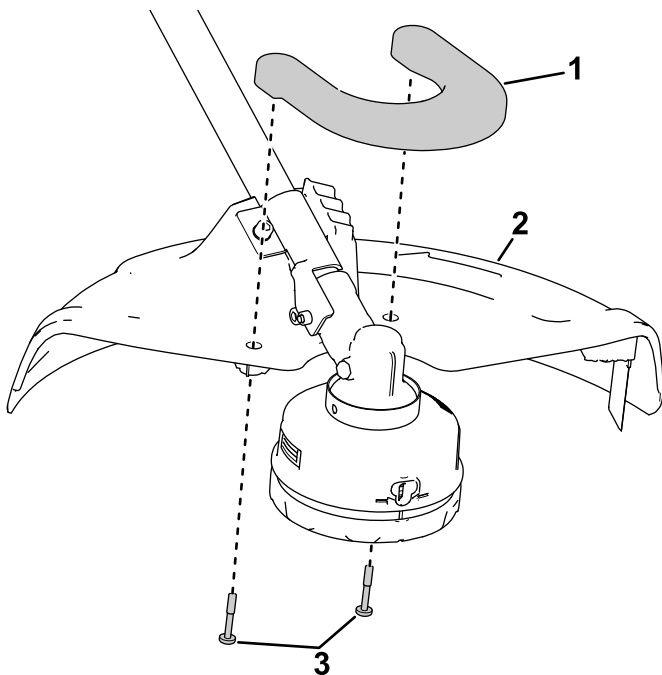

Figura 5
3. Instale a proteção frontal na proteção traseira usando os 2 parafusos de cabeça de tremçoço (Figura 5).